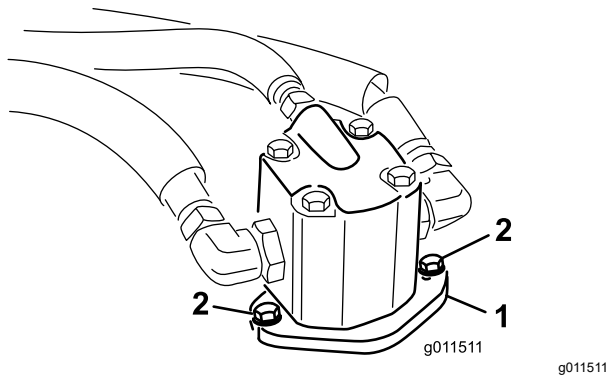

Figure 77
4. Enlevez les boulons qui fixent le moteur hydraulique à l'unité de coupe (Figure 77).